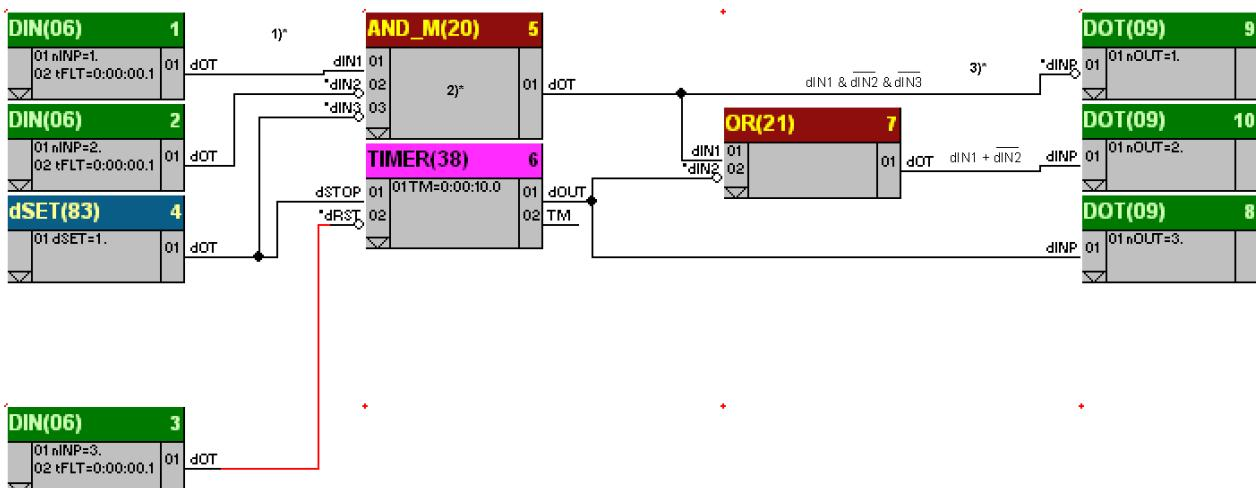

Рисунок 2.7 - Приклад конфігурування
Можливості конфігурування не залежать від функціонального блоку і визначаються наступними правилами (рис. 2.7):
На рис. 2.7 представлений приклад конфігурування.
На рис. 2.7 представлені різні приклади і варіанти конфігурування:
3) Вихідний сигнал функціонального блоку багато входового I 5-MULTI_AND (20) -03 подається на 1-й дискретний вихід контролера, для чого на вхід 01 блоку дискретного виходу 9-DOT (09) підключений 01 вихід блоку багато входового I 5-MULTI_AND (20) -03. Сигнал на вході 01 функціонального блоку дискретного виходу 9-DOT (09) інвертується.
4) На рис.2.7 показана інверсія входів наступних функціональних блоків: